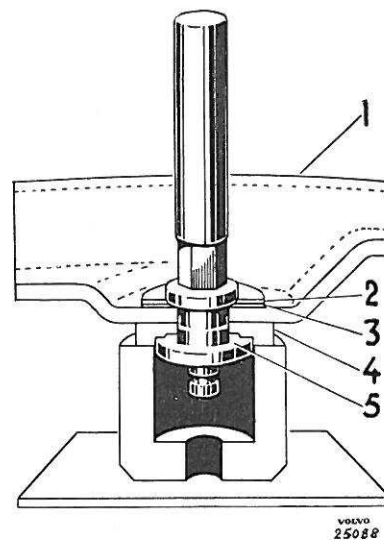

Fig. 22. Démontage du boulon (segment arrière de roue arrière).
Le boulon (5, Fig. 22) de la came de réglage (4), qui est placé dans le plateau-support de frein, peut être remplacé en extrayant l'ancien boulon et en fixant le boulon neuf à l'aide de l'outil à refouler SVO 2119.
1. Démontez le plateau-support de frein. Fixez la douille appartenant à l'outil à refouler dans une presse comme le montre la Fig. 22 et extrayez le boulon (5) à l'aide d'un poinçon s'il s'agit du segment arrière d'une roue arrière. Pour les autres segments, le boulon fait corps avec la came de réglage et, pour cette raison, il faut se servir d'une douille plus grande.